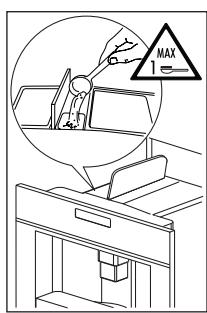

Fig. 26
- Levante la tapa central, coloque una dosis de café premolido en el embudo (Fig. 26), empuje hacia detrás el aparato y proceda tal y como se describe en la sección „Hacer café con granos de café“.